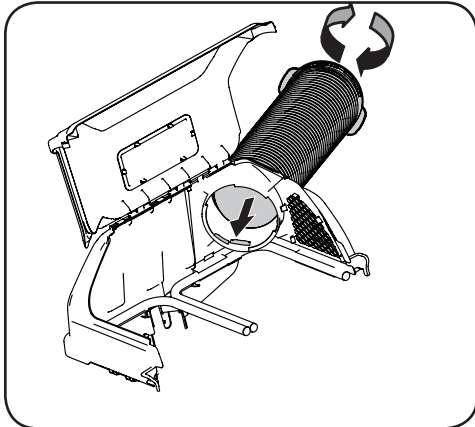

Figure 4-33
- Centrez visuellement la barre de pesée sur le tracteur et utilisez deux vis à tête hexagonale de 5/16 po (710-3056) et deux écrous (712-04063) pour fixer l'ensemble de contreponds au tracteur, comme illustré à la Figure 4-33.